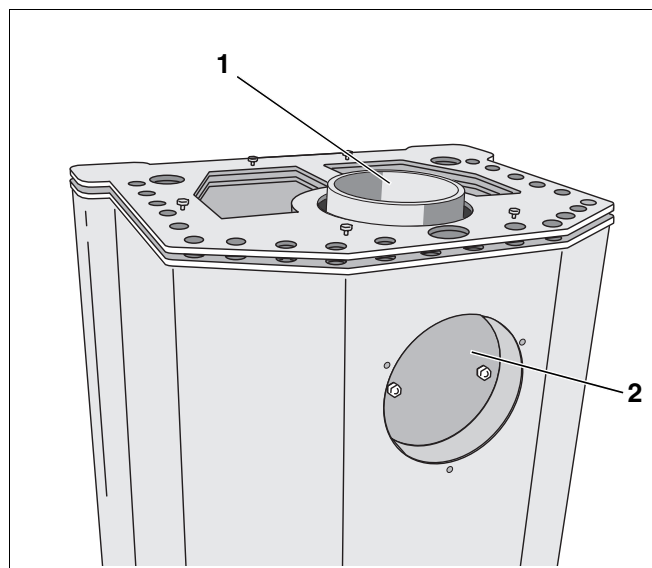

Abb. 5 Kaminofen – Auslieferungszustand (Darstellung blueline 4)
- Abgasanschluss Oberseite, über die obere Abgasöffnung nach oben (Abb. 5, **Pos. 1**),
- Abgasanschluss Rückseite, über die rückseitige Abgasöffnung nach hinten (Abb. 5, **Pos. 2**).